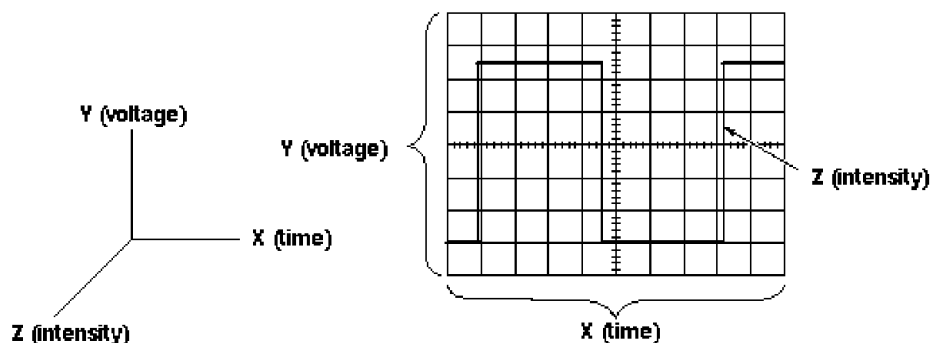

Figura 6. Eixos X-Y-Z num osciloscópio ([Tektronics, 1997a])
O osciloscópio é um instrumento (de medição) que permite visualizar graficamente sinais elétricos. Na maioria das aplicações, o osciloscópio mostra como é que um sinal elétrico varia no tempo. Neste caso, o eixo vertical (YY) representa a amplitude do sinal (tensão) e o eixo horizontal (XX) representa o tempo. A intensidade (ou brilho) da tela é por vezes chamada de eixo dos ZZ (Figura 6).